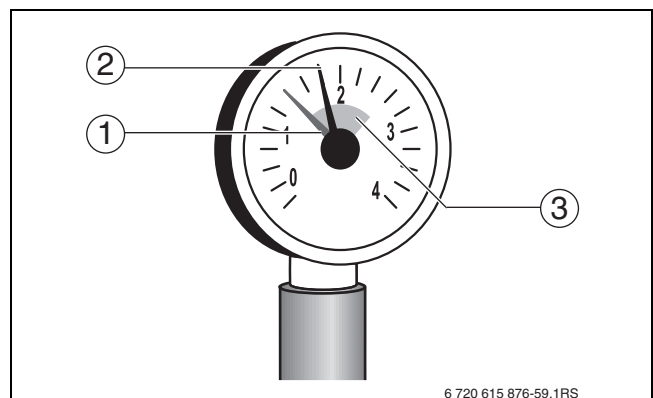

Рис. 4 Манометр для закрытых установок
- ▶ Если давление упадёт из-за удаления воздуха, то нужно добавить воду (см. положение красной стрелки на манометре → рис. 4, стр. 8).